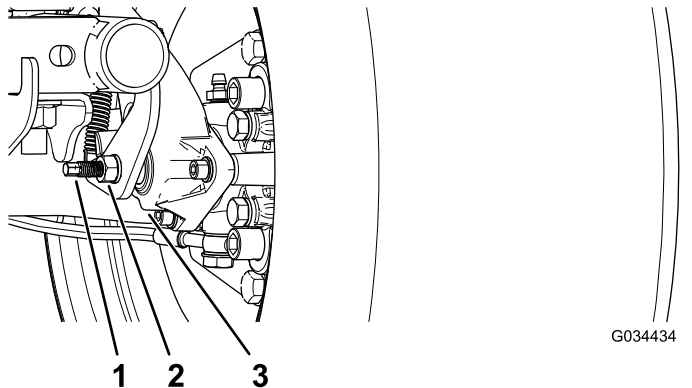

図 59
3. レンチを2本使用し、1本のレンチでキャリパの調整ポストが回らないように保持しながら、もう1本でジャムナットを1/4回転ゆるめる 図59。
4. 調整ポストとジャムナットを保持した状態で、調整ポストを回して締め付ける 図59。
5. 調整ポストとジャムナットを保持した状態で、1/4回転だけでもどす 図59。
6. 調整ポストとジャムナットを保持した状態で、ジャムナットを締め付ける 図59。